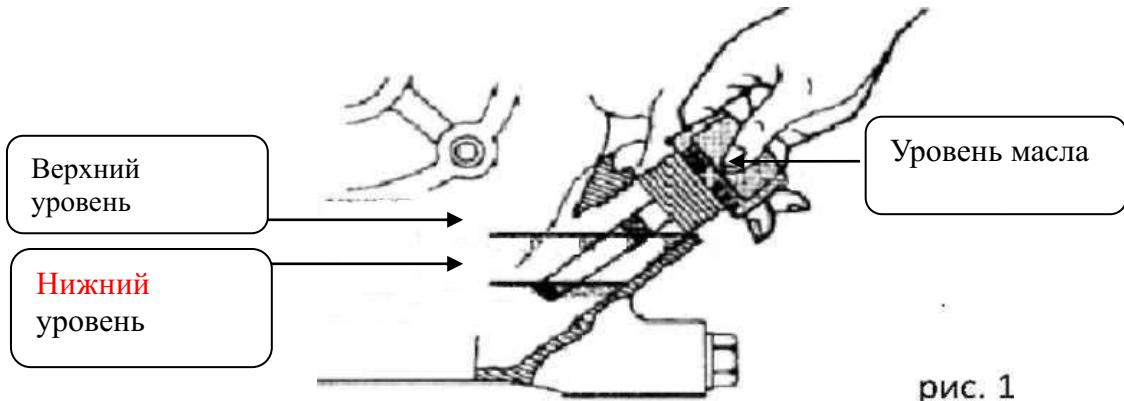

рис. 1
4. Проверьте уровень масла и, если уровень масла низок, нужно его долить. Используйте масло, соответствующее сорту, указанному ниже в таблице (рис. 1).